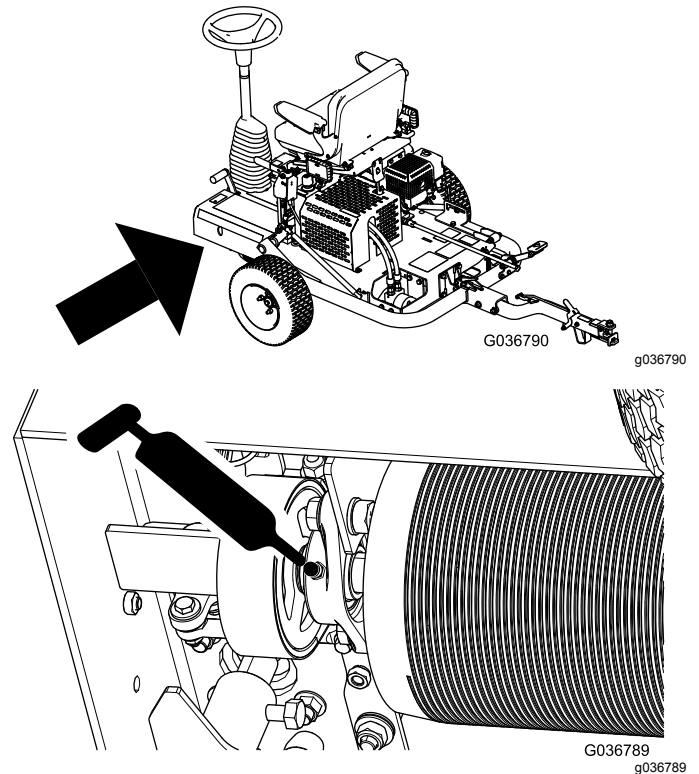

Bild 30
2. Pumpen Sie Schmierfett in den Schmiernippel, wie in Bild 30 abgebildet.